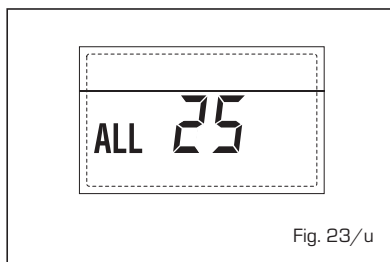

Fig. 23/u
**- ANOMALÍA AVERÍA Sonda SOLAR S3 "ALL 26" (fig. 23/v)**